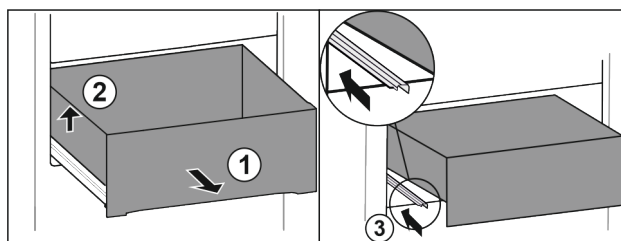

Fig. 62
► Scoateți sertarul până la opritor. Fig. 62 (1)
► Ridicați sertarul din stânga. Fig. 62 (2)
► Inserați șina din stânga. Fig. 62 (3)